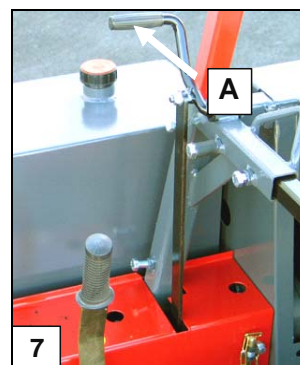

Bild 7. Stoppbrytare för en TR-maskin
3.3 Stoppbrytare för en traktordriven maskin, bild 7
- Stoppa genast maskinen; maskiner med el- och förbränningsmotordrift stoppas med nödstoppknappen, traktordrivna maskiner genom att dra i kopplingen A, bild 7. Frikoppla också kardanaxeln.